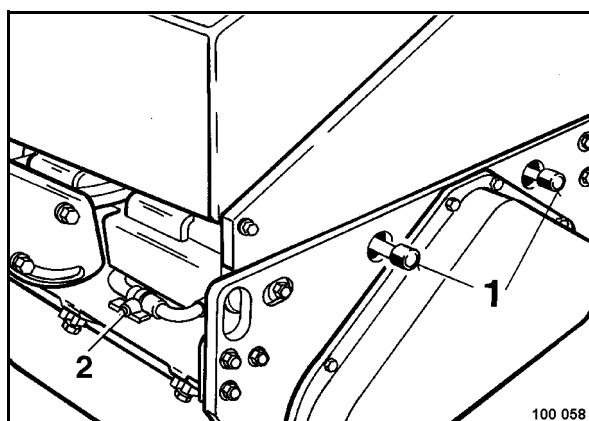

Fig. 87
- Abrir el grifo de cierre 2 (Fig. 87).
- Desmontar los tubos flexibles de alimentación de agua de los tubos rociadores (1).
El grifo de cierre 2 (Fig. 87) no debe cerrarse antes de que la mezcla anticongelante sale de ambos tubos rociadores.